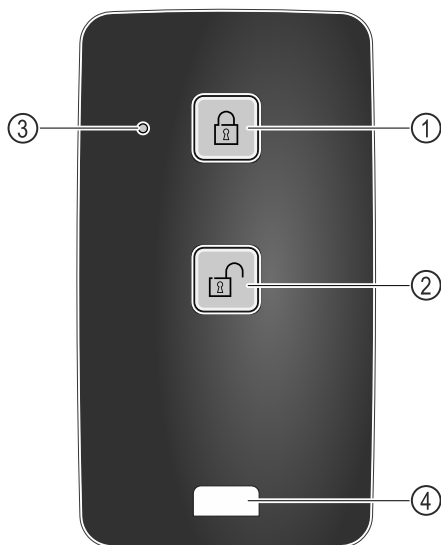

Fig. 218
- (1) Zablokování zámku
- (2) Odblokování zámku
- (3) Stavová LED
- (4) Upevňovací očko
- ▶ Na dálkovém ovládání stiskněte tlačítko Fig. 218 (1).
- ▶ Na dálkovém ovládání stiskněte tlačítko Fig. 218 (2).
- ▶ Stavová LED Fig. 218 (3) vydá při stisknutí tlačítka optickou zpětnou vazbu.
- ▶ Očko Fig. 218 (4) k upevnění dálkového ovládání, např. na svazek klíčů.